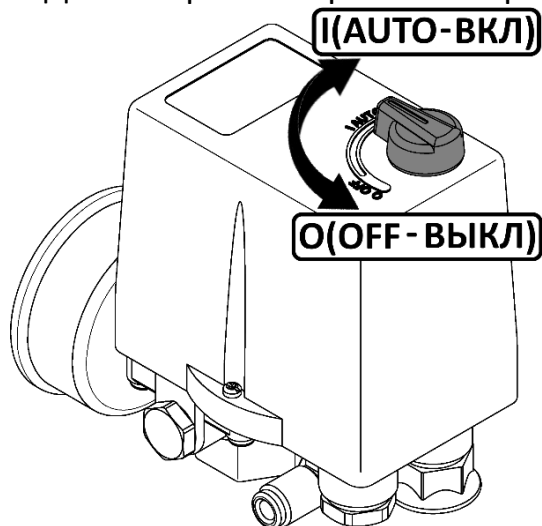

Рисунок 2
- Проверьте, чтобы выключатель на прессостате находился в выключенном положении "OFF" (см. рисунок 2).
- 1 Выключить компрессор выключателем на прессостате. Для этого необходимо переключить выключатель в положение "OFF" (см. рисунок 2). После этого остановится электродвигатель и произойдет сброс давления из нагнетательного воздухопровода и поршневого блока.
Для пуска компрессоров СБ4/Ф-500.LT100, СБ4/Ф-500.LT100/16-7.5 после срабатывания защиты выполните следующие действия: после того, как двигатель остынет до допустимой температуры, переключите выключатель на прессостате в положение "OFF" (см. рисунок 2), а затем включите компрессор, переключив выключатель в положение "AUTO".